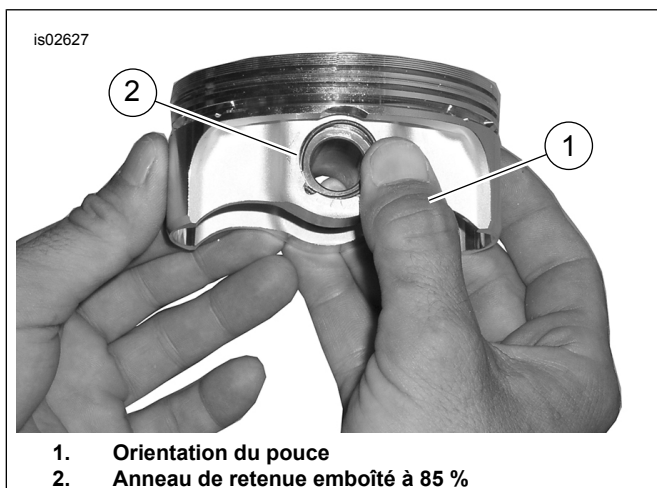

Figure 4. Pose de l'anneau de retenue
2. Voir Figure 4. Placer le pouce (1) comme indiqué. Appuyer fermement jusqu'à ce qu'environ 85 % de l'anneau de retenue (2) soit installé dans la rainure.